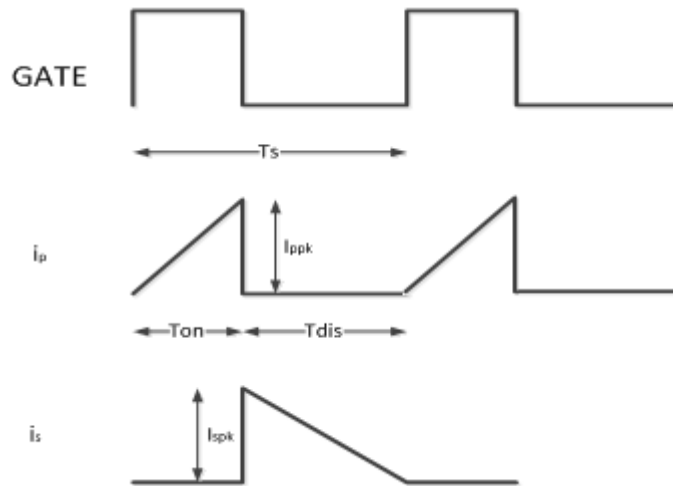

图5 开关波形
OCP8159采用原边控制，以节省掉副边反馈电路或光耦，从而节省了系统电路成本。图5显示了开关波形。输出电流可以通过方程 (1)表示，